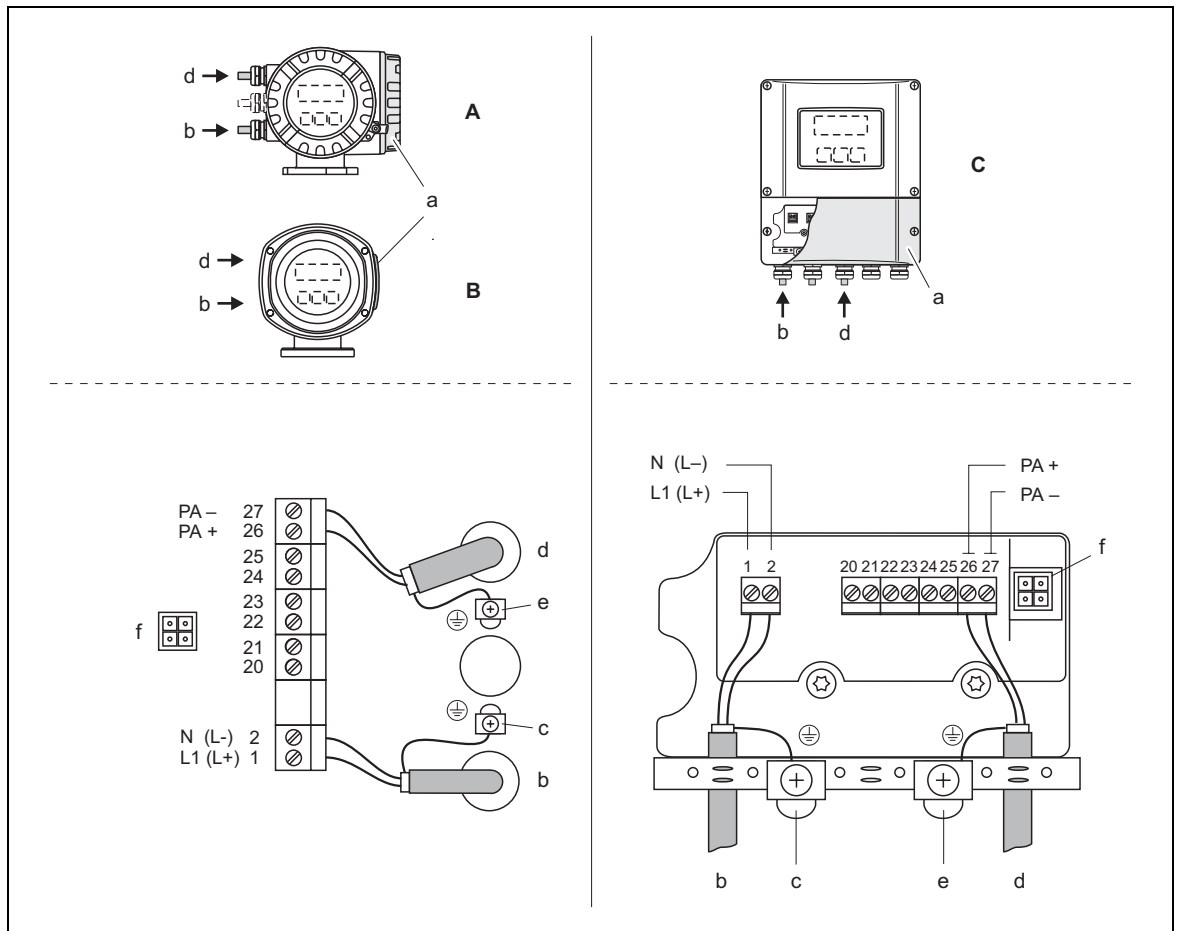

Рис. 17: Подсоединение преобразователя. Поперечное сечение кабеля: макс. 2.5 мм²
3. Установить соединители между сенсором и преобразователем в соответствии с электромонтажной схемой: См. Рис. 17, также см. электромонтажную схему на внутренней стороне крышки
– Схема подключения для алюминиевого корпуса и корпуса из нержавеющей стали → Рис. 17